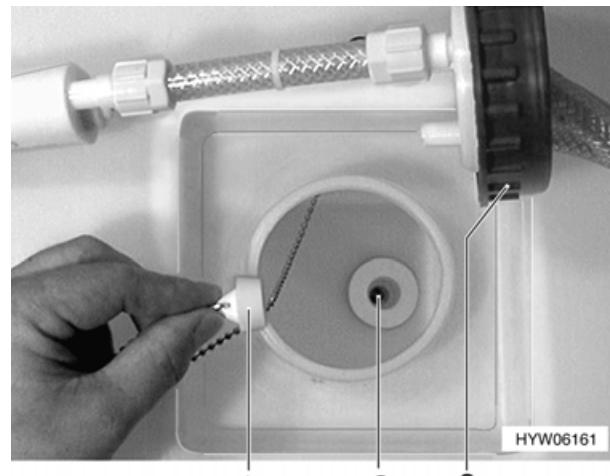

Bild 95 Wassertank, Verschluss-Stopfen
- Ablassöffnung (Bild 95,2) im Wassertank mit beiliegendem Verschluss-Stopfen (Bild 95,1) schließen.
- Verschluss-Stopfen (Bild 95,1) herausziehen.